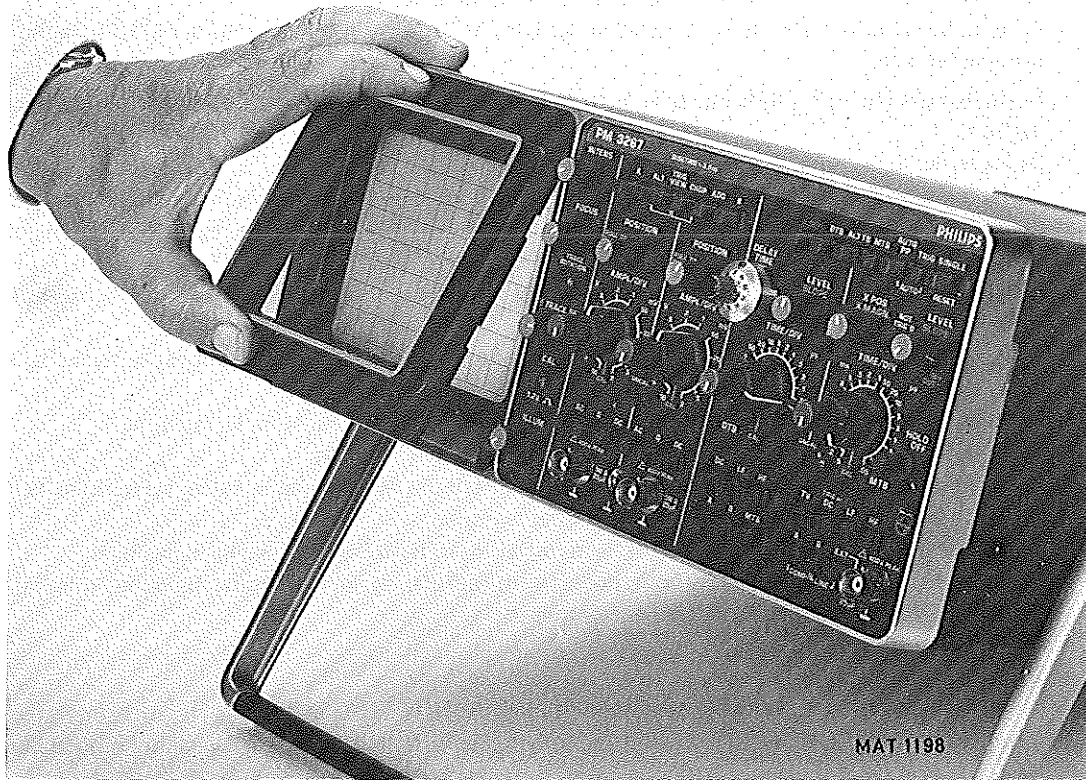

Abb. 5.1. Ausbau des Bildröhrenrahmens und der Kontrastscheibe
- Untere Ecken des Rahmens erfassen und diesen vorsichtig von der Frontplatte abziehen (Abb. 5.1.).